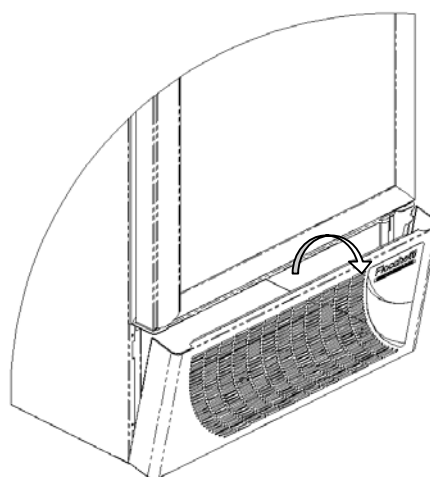
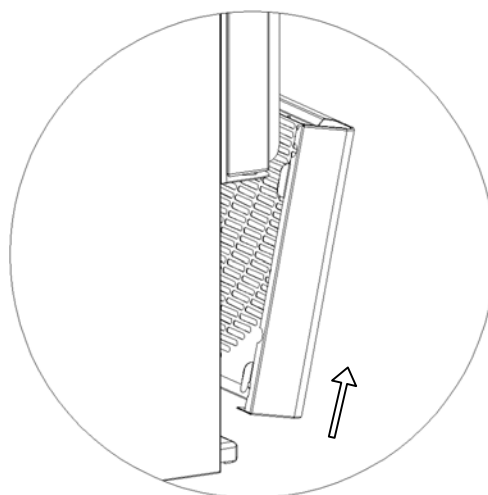

Fig.14
Fig.15
**Fase 2** Feche novamente a porta. A máscara é bloqueada na parte inferior com 2 engates, portanto, é necessário incliná-la para fora do refrigerador (fig.14) e desafiá-la para o alto (Veja fig.15).